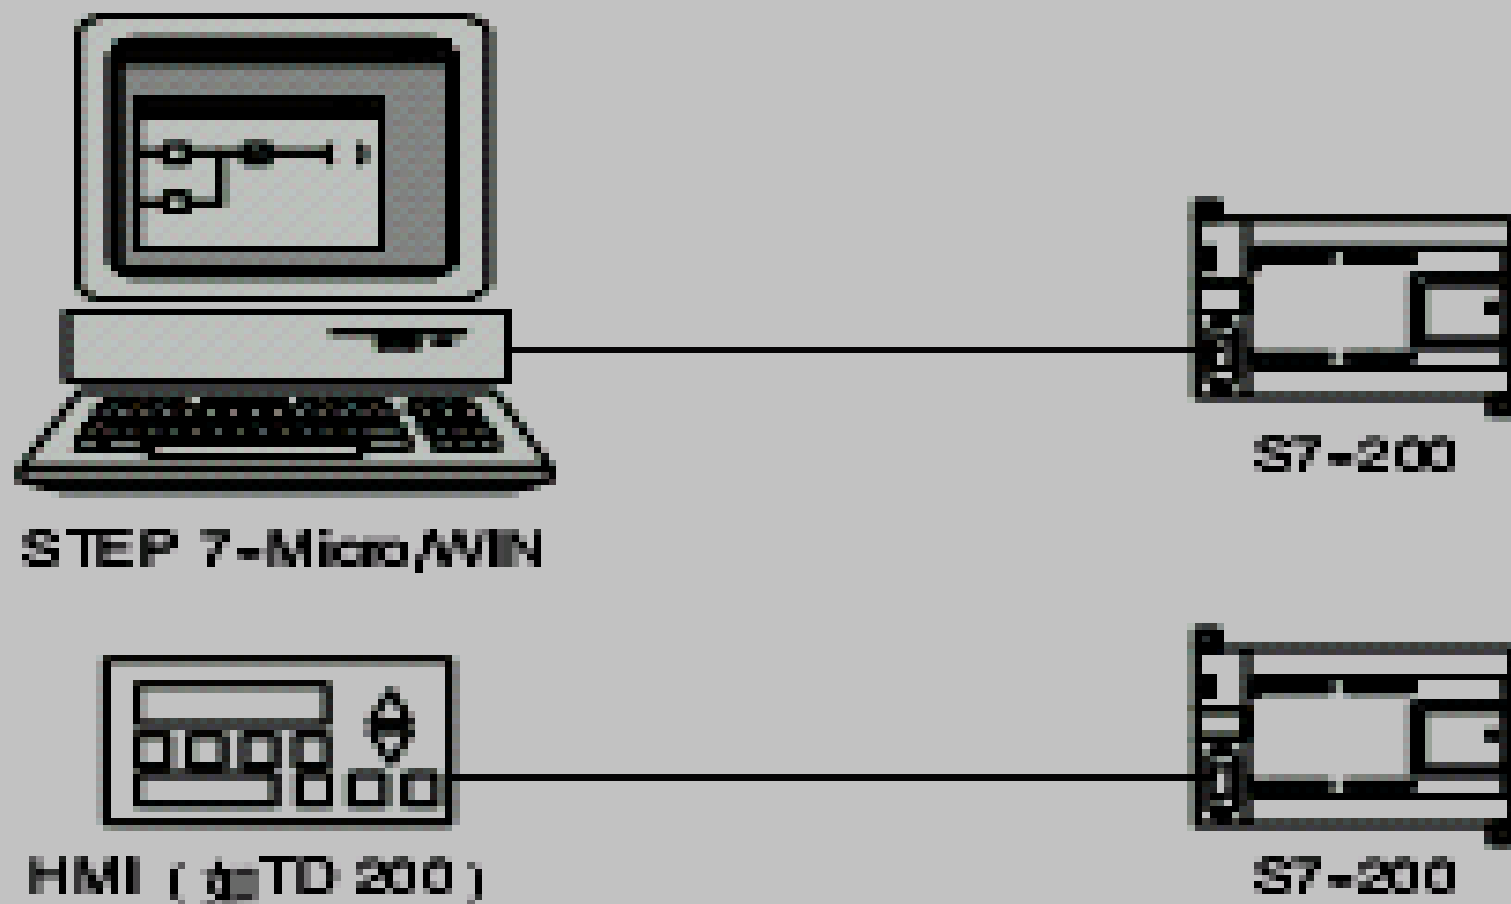

图7-10 单主站PPI网络
- 在图7-10上面的网络实例中，编程站（**STEP7-Micro/WIN**）是网络的主站。在图7-10下面的网络实例中，人机界面（**HMI**）设备（例如：**TD200、TP**或者**OP**）是网络的主站。